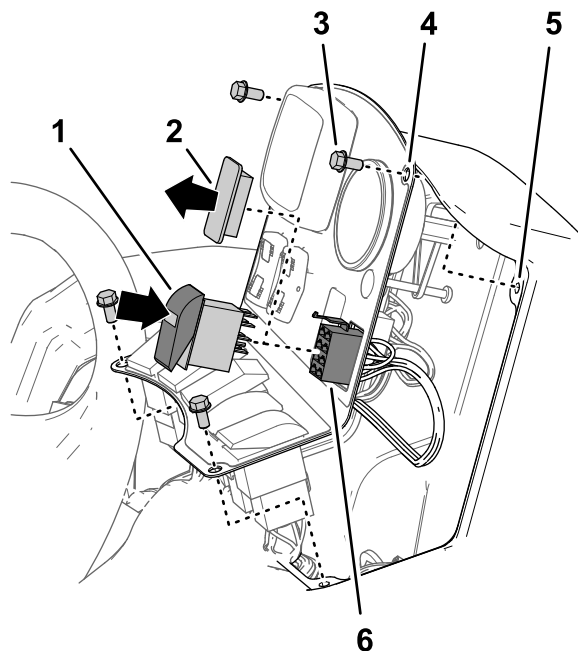

Figura 23
1. Si están instalados, retire los 4 pernos con arandela prensada ( $\frac{1}{4}$ " x  $\frac{1}{2}$ "") que sujetan el panel de control a la consola, tal y como se muestra en la Figura 23.
2. Retire el tapón del interruptor del panel de control de la consola (Figura 23).
3. Alinee el conector hembra de 8 vías del arnés de cables del kit de acabado del brazo Ultra Sonic Boom a través de la abertura en el panel de control (Figura 23).
4. Conecte el conector hembra de 8 vías del arnés de cables del kit de acabado del brazo Ultra Sonic Boom etiquetado MODO MANUAL SÓNICO FRENTE A AUTOMÁTICO al interruptor basculante (Figura 23).
5. Instale el interruptor basculante en la abertura del panel de control hasta que el interruptor encaje en su sitio (Figura 23).
6. Alinee los taladros del panel de control con los taladros de la parte superior de la consola (Figura 23).
7. Sujete el panel a la consola con los pernos (Figura 23) que retiró en el paso 1.